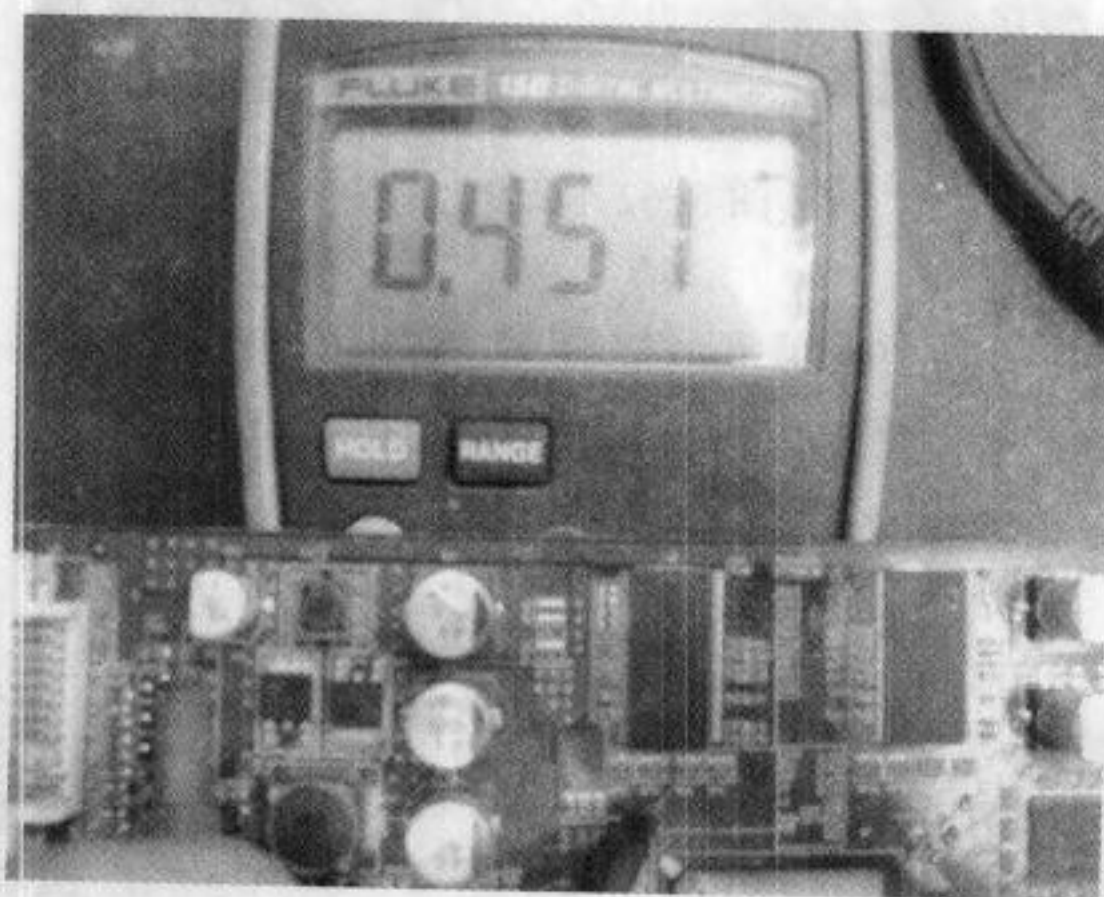

图 5-60 打值正常
(7) 更换一个显存颗粒后, 打值正常, 如图 5-60 所示。